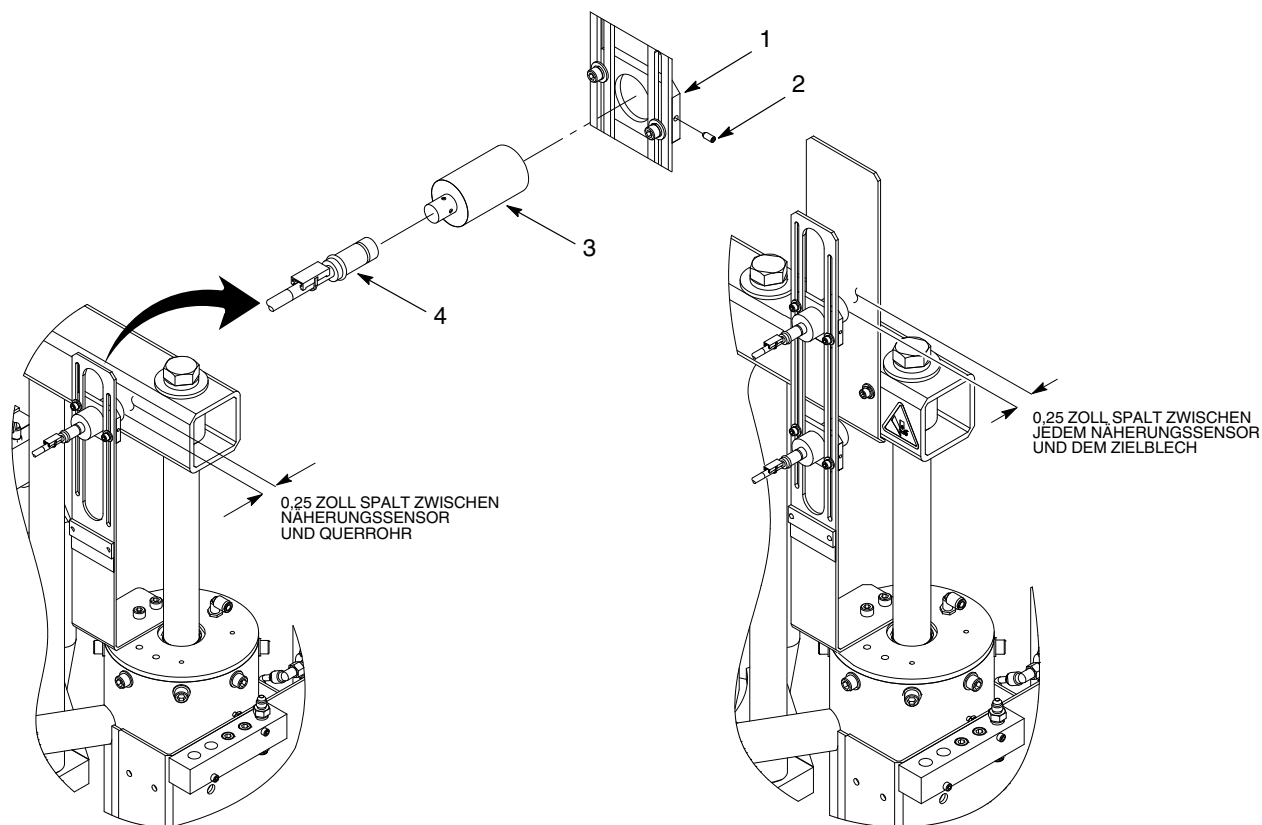

Abb. 2 Näherungssensor austauschen
1. Siehe Abb. 2. Steuerkabel (4) vom Näherungssensor (3) abnehmen.
2. Den Gewindestift (2) entfernen, mit dem der Näherungssensor (3) an der Einstellplatte (1) befestigt ist. Den Näherungssensor von der Einstellplatte abnehmen.
3. Den neuen Näherungssensor in die Einstellplatte (1) schrauben, bis ein Spalt von 0,25 Zoll zwischen Näherungssensor und Querrohr oder Zielblech bleibt.